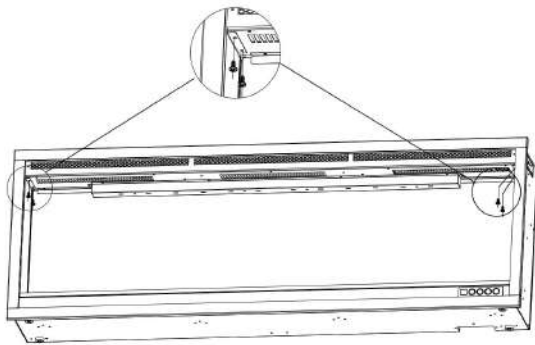

Fig. 2-1
1. Retirez les quatre vis (deux de chaque côté) des deux côtés du foyer. **Fig.2-1**